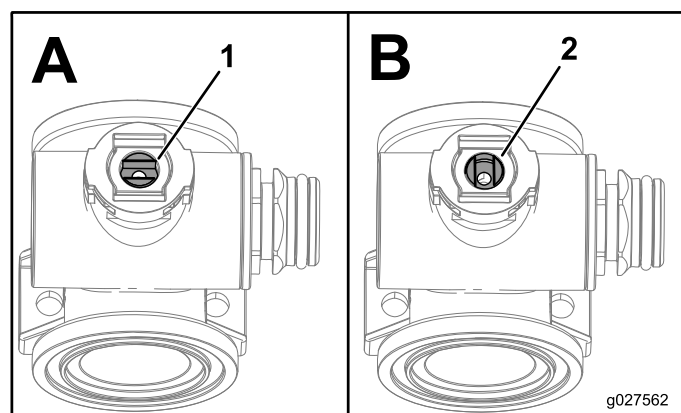

**Figure 121**
3. Pour les vannes de section de rampe droite et gauche, retirez les boulons à embase et les contre-écrous à embase qui fixent la ou les vannes de section au support, puis déposez le ou les collecteurs de la machine; pour la vanne de section centrale, déposez le collecteur correspondant de la machine (Figure 121).